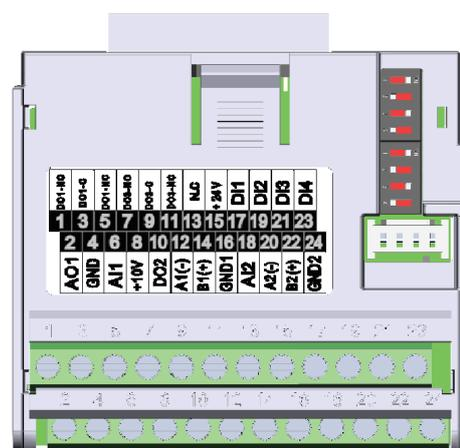

Figura 20.4: Módulo Plug-in CFW500-CRS485
O módulo plug-in CFW500-CRS485 tem a interface Serial (1) através da porta RS-485 nos bornes 12 (A1-) e 14 (B1+), bem como a interface Serial (2) também através de outra porta RS-485 nos bornes 20 (A2+) e 22 (B2+), veja Figura 20.4 na página 20-1. Veja também, o GND1 no terminal 16 e GND2 no terminal 24 estão isolados um do outro e do GND no terminal 4.